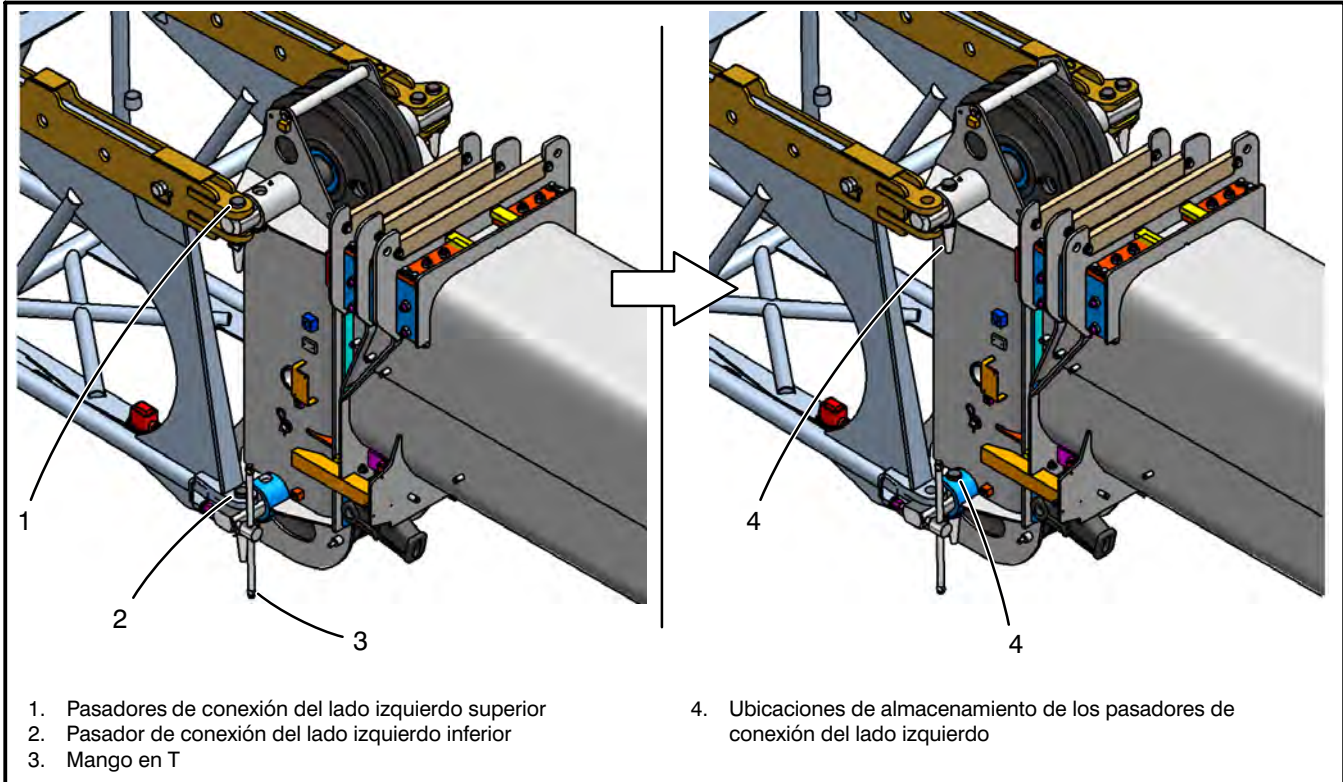

Figura 4–69
5. Verifique que la orejeta del adaptador del plumín y los pasadores de conexión de compensación estén instalados en la posición de compensación de 2°. Consulte la Figura 4–71. Si es necesario, cambie la compensación del plumín a la posición de 2°. Consulte la sección “Cómo cambiar la compensación del plumín” de este Manual del operador para obtener instrucciones detalladas.
7. Retire todas las protecciones del cable de acero del plumín. Consulte la Figura 4–67. Retire las protecciones del cable de acero de la cabeza de la pluma y de la roldana del deflector y deje a un lado el cable de acero de la maquinilla.
10. Bloquee las secciones del plumín de forma segura para sujetarlo. Consulte la Figura 4–68. La sección del plumín de 8,5 m pesa, aproximadamente, 451 kg, y la sección del plumín de 3,0 m pesa, aproximadamente, 465 kg.
11. Extraiga del lateral izquierdo del plumín el pasador de conexión izquierdo inferior de la base con el mango en T para poder aliviar la carga en el pasador. Consulte la Figura 4–69. Gire hacia atrás el mango en T hasta obtener al menos una distancia de 1,3 cm de la orejeta del plumín. Retire el pasador de conexión izquierdo superior de la base del plumín. Guarde los pasadores de conexión en los orificios de almacenamiento de los ejes transversales de la maquinaria de la cabeza de la pluma, en el lateral izquierdo de la pluma.
12. Retire el pasador de conexión derecho inferior interno de la base del plumín del lado derecho del plumín. Para reducir la carga y facilitar la extracción del pasador, empuje el plumín hacia la derecha. Consulte la Figura 4–70. Retire el pasador de conexión derecho superior interno de la base del plumín del lado derecho del plumín. Para reducir la carga y facilitar la extracción del pasador, empuje el plumín hacia la izquierda. Guarde los dos pasadores y soportes en la ubicación de almacenamiento ubicada en la parte trasera del lado derecho de la sección base del plumín.